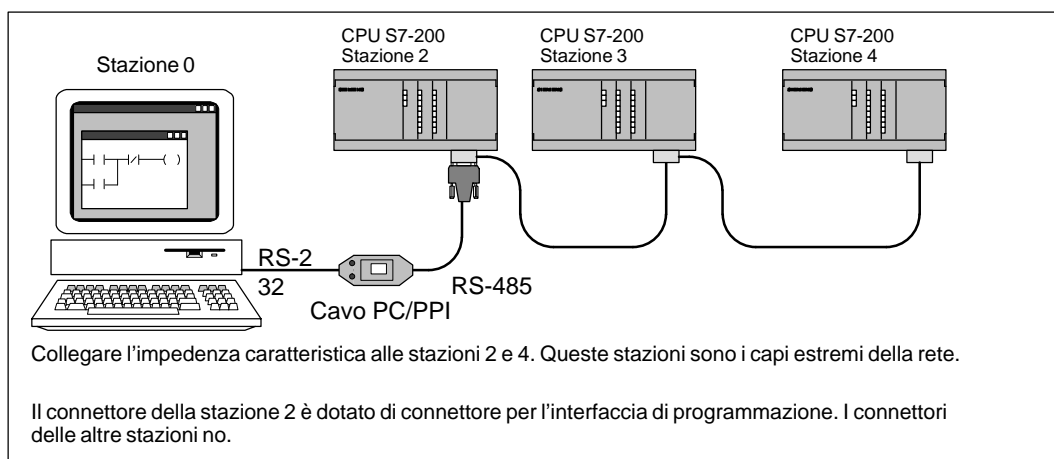

Figura 9-6 Utilizzo di un cavo PC/PPI per comunicare in rete con un CPU alla volta
STEP 7-Micro/WIN può servirsi del cavo PC/PPI per comunicare con una o più CPU S7-200. Vedere la figura 9-6. Quando si usa STEP 7-Micro/WIN, accertarsi che la baud rate impostata per il cavo PC/PPI sia adatta alla rete. STEP 7-Micro/WIN supporta solo 9600 baud e 19,200 baud.